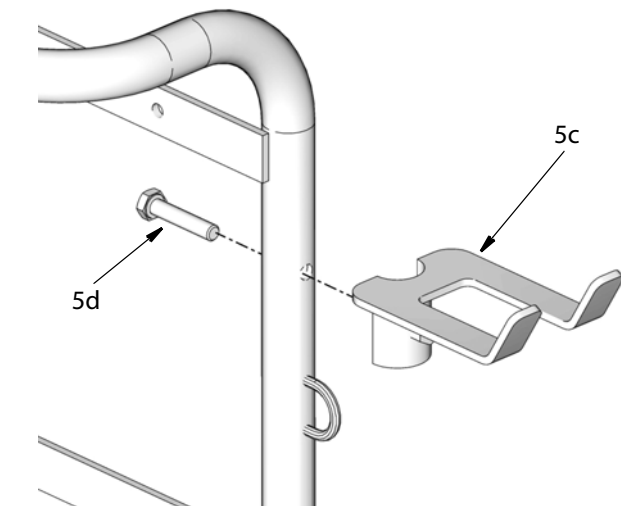

Рис. 32
4. Установите скобу расходомера (5c) на раму ручки с помощью винта (5d), как показано на Рис. 32.